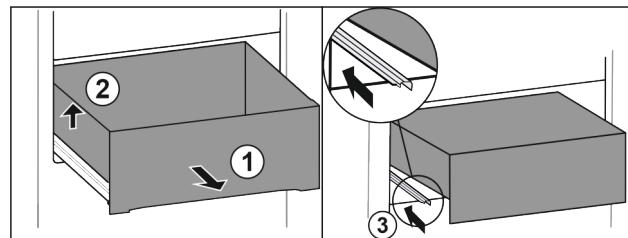

Fig. 13\*
- Zásuvku zcela vytáhněte Fig. 13 (1).\*
- Zásuvku vlevo nadzvedněte Fig. 13 (2).\*
- Zasuňte levou kolejničku Fig. 13 (3).\*